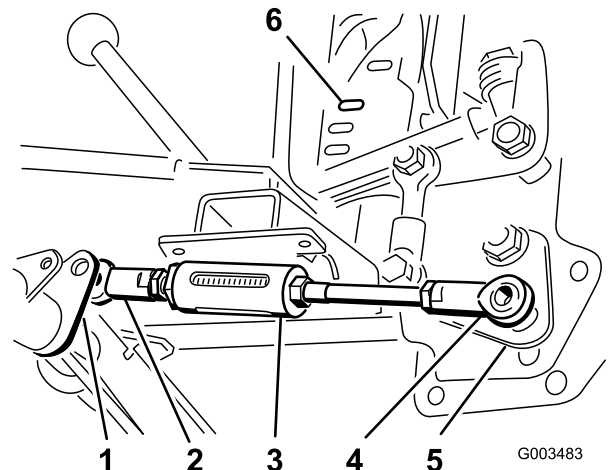

図 7
1. 調整用ロッド・アセンブリの柄の短いボールジョイントを、ピボットチューブの調整ロッドレバーの右にセットする (図 7)。
3. 柄の長いボールジョイントを、昇降ハンドル・アセンブリの下側にあるスタッドにはめ、ロックナット（1/2 インチ）で仮止めする（図 7）。